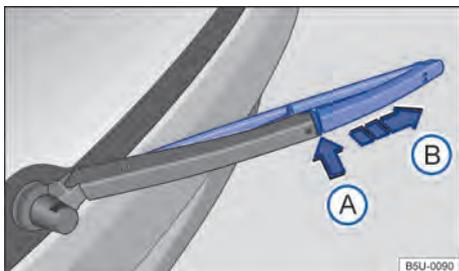

Fig. 182 Substituir a palheta do limpador do vidro traseiro.
- Manter o botão de destravamento → Fig. 182 ❶ pressionado.
- Retirar a palheta do limpador do vidro traseiro no sentido da seta ❷.